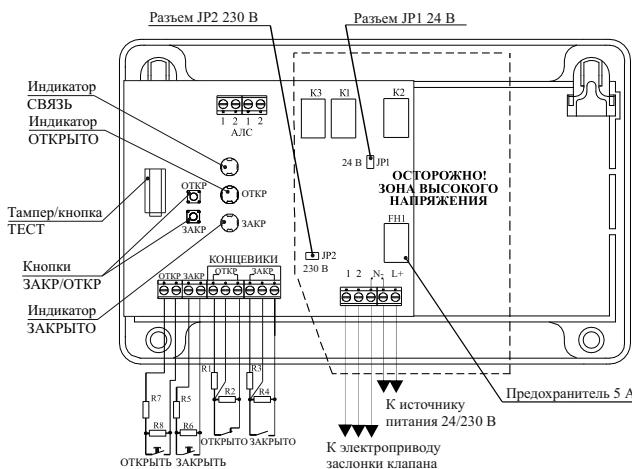

Рисунок 1
Выбор напряжения питания электропривода осуществляется джампером, который устанавливается на разъем JP1 или JP2 (рисунок 1) (4.6).
4.6 Переключение напряжения питания электропривода (24 В или 230 В) производится путем замыкания джампером разъема JP1 или JP2 (рисунок 1). По умолчанию на предприятии-изготовителе джампер установлен на разъеме JP2.